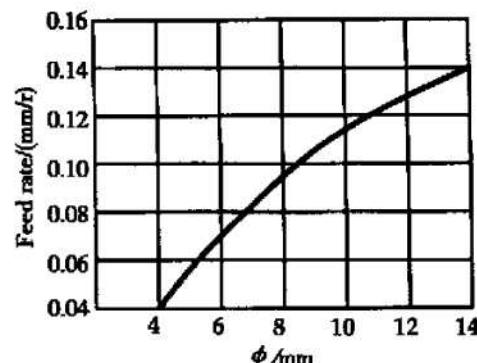

Fig. 3 Feed rate cutting of gundrill
(1) 枪钻加工深孔切削参数的选择:枪钻加工切削用量与切削过程和切屑的形成有关,同时也与被加工零件材料、精度要求和机床的特性有关。在 VMC1000 加工中心上用德国 Guhring 公司的枪钻加工进气机匣的深孔,研究得出较合理的直径与进给量对应关系,如图 3 所示。